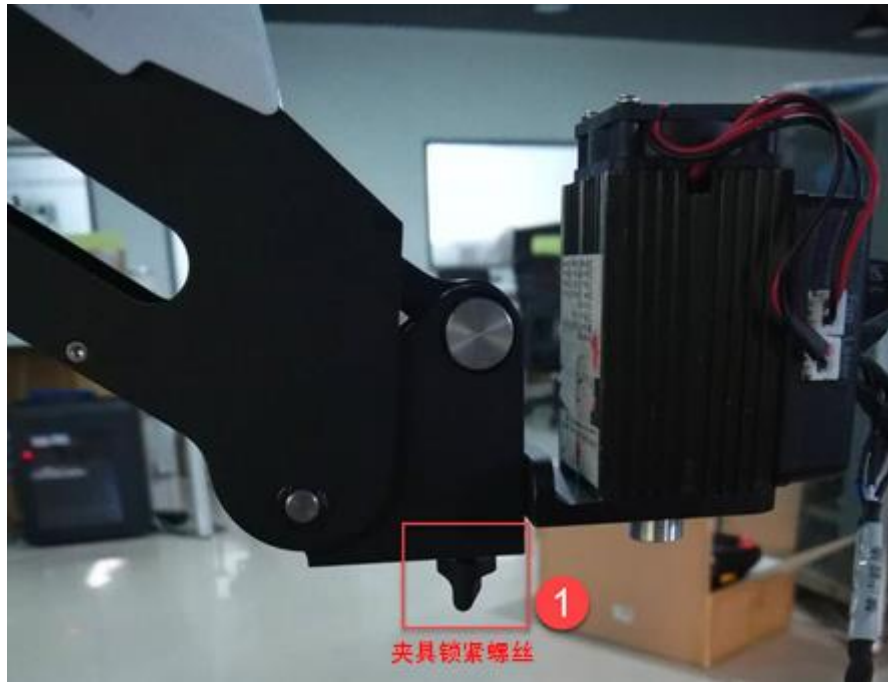

图 5.51 用夹具锁紧螺丝激光头
**步骤 1** 用夹具锁紧螺丝锁紧激光头。如图 5.51所示。